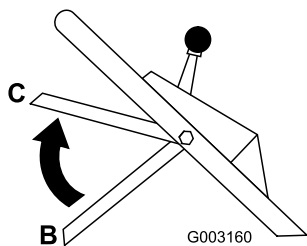

Figure 24
4. Ramenez la barre de commande à la position centrale, soit 12,7 cm (5 po) environ au-dessous de la barre transversale du guidon (position C sur la Figure 24).
5. Relâchez la barre de commande (position B sur la Figure 24).